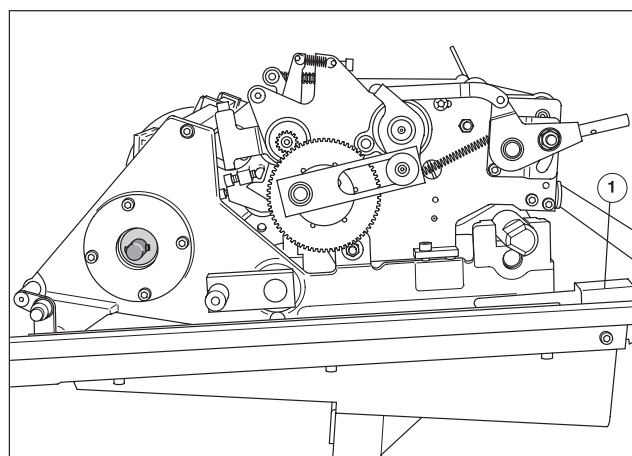

Рис. 55 Стопорная защелка выдвижного блока нумератора
- 7 Проверить, защелкнулась ли стопорная собачка выдвижной тележки (Рис. 55/①).